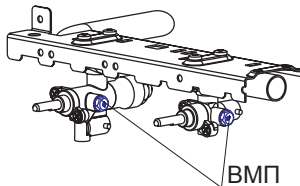

рис. 12
15.2. Проведение замены винтов малого пламени (ВМП) в краях горелок стола и духовки (рис. 12, 13):